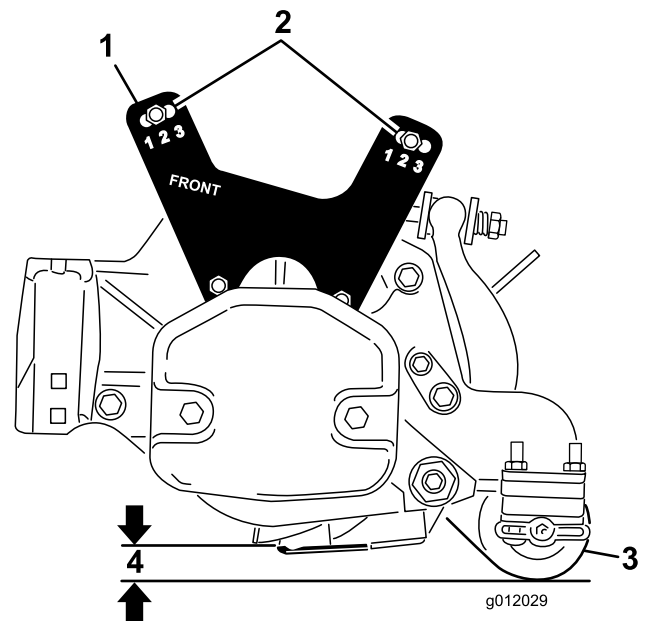

図 21
- ・ カッティングユニットを床に降下させ、床からベッドナイフまでの距離を図 21 のようにして測定する。